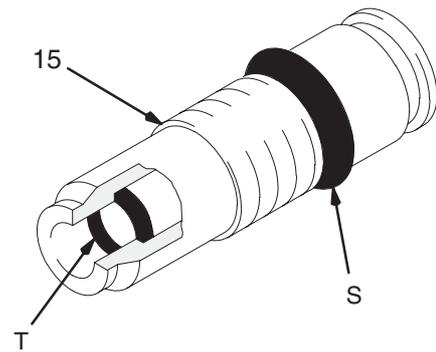

Abb. 15
(Siehe Abb. 15)
Der Kontaktring (S) der Widerstandseinheit ist ein leitender Kontaktring und kein dichtender O-Ring. Siehe Abb. 15. Um die Gefahr von Funkenbildung und darausfolgenden Bränden, Explosionen oder Elektroschocks und schweren Verletzungen zu verringern, den Kontaktring (S) **nicht** von der Widerstandseinheit entfernen oder die Pistole ohne eingesetzten Kontaktring betreiben. Widerstandseinheit (15) **nur** durch original Graco-Teile ersetzen.
Der Kontaktring (S) der Widerstandseinheit ist ein leitender Kontaktring und kein dichtender O-Ring. Siehe Abb. 15. Um die Gefahr von Funkenbildung und darauffolgenden Bränden, Explosionen oder Elektroschocks und schweren Verletzungen zu verringern, den Kontaktring (S) **nicht** von der Widerstandseinheit entfernen oder die Pistole ohne eingesetzten Kontaktring betreiben. Widerstandseinheit (15) **nur** durch original Graco-Teile ersetzen.